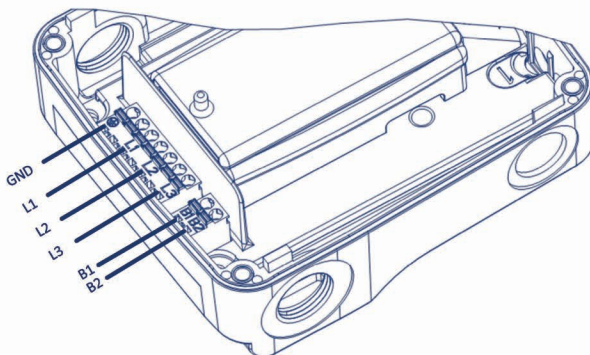

Рисунок 3. Электрическая схема
Электрические соединения насоса необходимо выполнить согласно электрической схеме (рисунок 3), которая отображена на нижней стороне крышки двигателя. Перед этим необходимо отвинтить верхнюю крышку (рисунок 1 – ПОЗ. 2). Согласно стандарту IEC 60446 рекомендуется использовать следующий порядок электрического подсоединения проводов:
- Насос серии GHN basic II оснащен теплозащитой, которую можно подключить к внешнему контролирующему устройству. Если контакты B1 и B2 (рисунок 3) не замкнуты, то двигатель насоса перегревается и его необходимо охладить. Если ошибка повторяется, необходимо произвести сервисное обслуживание.